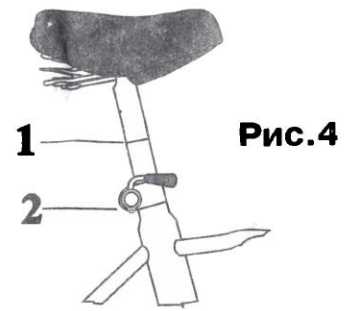

Рис.4
**ВНИМАНИЕ!** При установке седла не допускается выдвигание седлодержателя за пределы ограничительной метки в виде кольцевой канавки или риски 1 (Рис. 4).
2. Вставьте штырь с седлом в седлодержатель и установите седло на желаемую высоту (рис. 4), для этого ослабьте зажим 2 болта стяжного хомута седлодержателя, повернув его рукоятку на 180°. После чего переместите штырь в подседельной трубе до нужного положения, и затяните зажим.